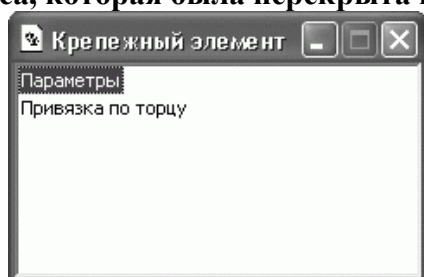

Рис. 2.121. Меню операции вставки крепежного элемента из библиотеки
6. Не выходя из библиотечной команды (то есть не прерывая процесс вставки), постройте еще два таких же крепежных элемента. После перейдите к формированию крепежа на бобышках. По составу он ничем не отличается от крепежного пакета, соединяющего фланцы корпуса и крышки, только диаметр соединения (диаметр резьбы болта, гайки и диаметр шайбы) несколько больше – 14 мм. Для этой цели воспользуйтесь командой меню текущей операции библиотеки – Параметры. Если вы не завершили выполнение текущей библиотечной операции, то меню будет доступно в левом верхнем углу главного окна программы (рис. 2.121). Дважды щелкнув на пункте Параметры, вы вновь вызовете окно Крепежный элемент, в котором можно настроить параметры новых крепежных пакетов и продолжить их ввод. В нашем случае необходимо лишь изменить диаметр, выбрав из раскрывающегося списка значение 14. Нажмите ОК и продолжите размещение крепежа на чертеже (убедитесь, что диаметр всех составляющих крепежного пакета изменился и стал равен 14 мм). Аналогично созданию соединений на фланцах, постройте четыре крепежных элемента на бобышках главного вида. Удалите часть контура крышки и корпуса, которая была перекрыта изображением болта крайней правой бобышки.
Возможно, вы обращали внимание, что окно, похожее на показанное на рис. 2.121, появлялось при выполнении различных библиотечных команд. Советую чаще пользоваться присутствующими в нем командами. Например, при вставке одиночного болта или гайки в таком меню присутствуют команды для динамического переключения типа отображения (вид сбоку, вид сверху и т. п.), что позволяет вставить в чертеж несколько видов одного и того же объекта без вызова диалогового окна настроек элемента. Команды меню различаются для каждой конкретной библиотеки.